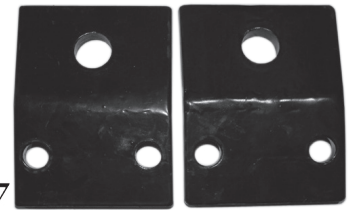

fig.6
4. Fixez le racloir (trois pièces, une longue, S^L, et deux courts, S^S; fig.5, à gauche) à la bordure inférieure avant de la lame en utilisant les boulons de 30 mm (1.18 po) x M10 de grade 8.8 et les rondelles de 10 mm ainsi que les écrous M10 de type Nylock (fig.6). Le long morceau du racloir chevauche les deux moitiés de la lame. Les plus petites pièces de racloir couvrent le reste de la lame. Les boulons sont insérés de sorte que leur parti bombé soit à l'avant de la lame, parti inférieur. Les écrous vont à l'arrière de la lame. Serrer les écrous.